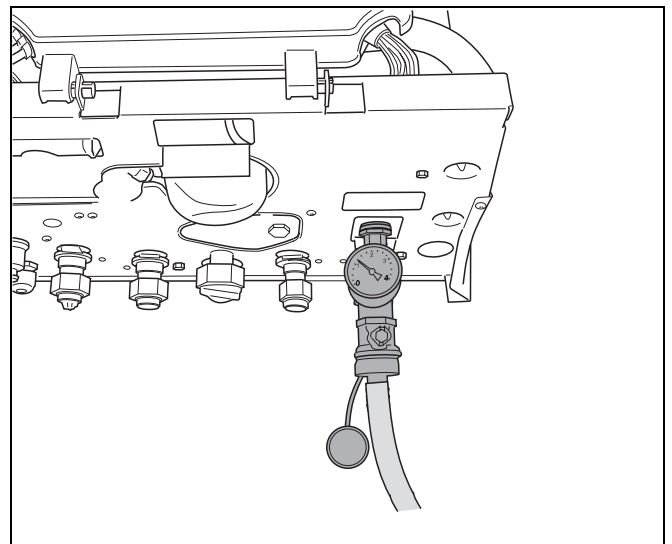

Fig. 23 Umplerea instalației
- Se racordează furtunul la robinetul de umplere al cazanului (Fig. 23).